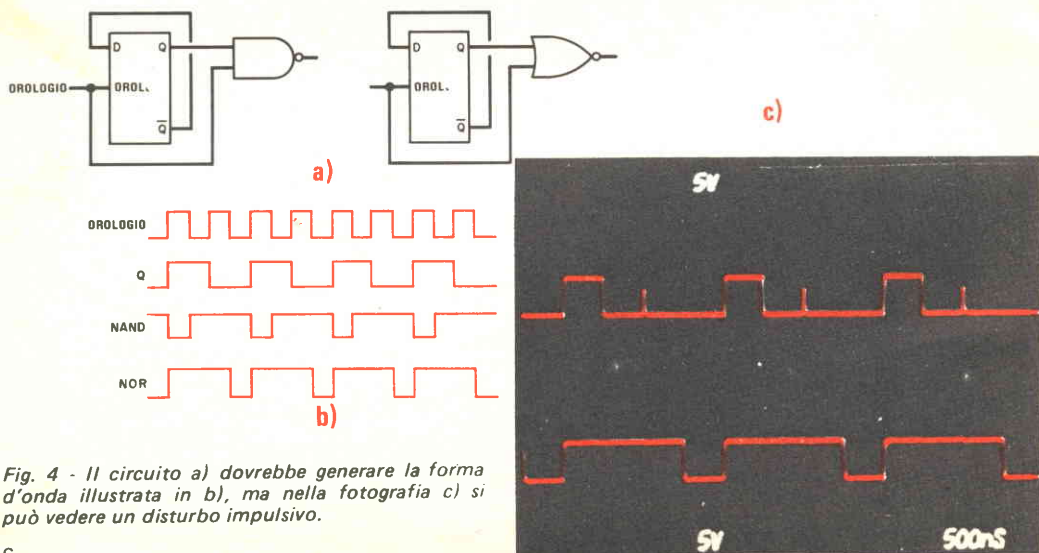
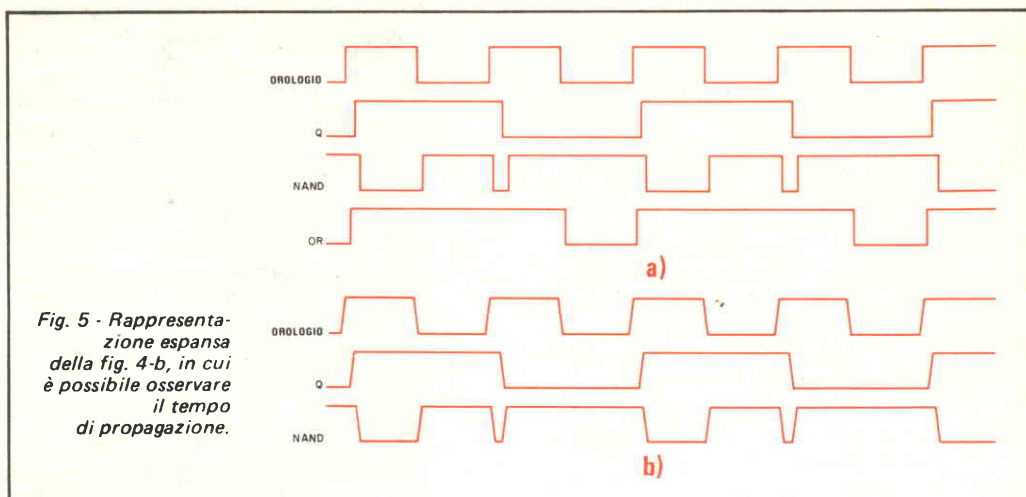
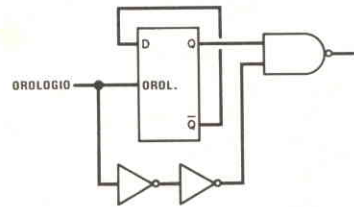

Fig. 4 - Il circuito a) dovrebbe generare la forma d'onda illustrata in b), ma nella fotografia c) si può vedere un disturbo impulsivo.
Fig. 5 - Rappresentazione espansa della fig. 4-b, in cui è possibile osservare il tempo di propagazione.
Fig. 8 - Modifica del circuito della fig. 4.
Come prevedere il tempo di propagazione - Esaminiamo ora un metodo che consente di stabilire se il tempo di propagazione può dar luogo ad un segnale impulsivo indesiderato. Nella fig. 4-a sono disegnati gli schemi elettrici di due circuiti divisori per 2; il circuito illustrato nella parte sinistra della figura è composto da una porta logica NAND azionata mediante un flip-flop; l'altro circuito è composto invece da una porta logica NOR. In linea del tutto teorica i segnali di uscita prodotti dai due circuiti do-
vrebbero risultare identici, e le loro forme d'onda dovrebbero essere simili a quelle illustrate nella fig. 4-b. Invece, nella fig. 4-c si possono osservare le forme d'onda reali ottenute su un oscilloscopio, prodotte da due circuiti simili a quelli riportati nella fig. 4-a, con la differenza che sono state adoperate in realtà, rispettivamente, una porta AND ed una porta OR e che la forma d'onda superiore è stata invertita rispetto a quella contrassegnata con la scritta NAND, illustrata nella fig. 4-b. Qual è, dunque, la provenienza del segnale impulsivo che si può osservare nella fotografia?
Per trovare una risposta a questa domanda, ridisegniamo le forme d'onda illustrate nella fig. 4-b utilizzando una scala orizzontale dei tempi di 50 ns per divisione e tenendo nel debito conto il tempo di propagazione, ottenendo così la fig. 5-a. Si osservi che il segnale impulsivo è causato dalla sovrapposizione fra il segnale generato dall'orologio ed il segnale di uscita nel punto Q provocata dal tempo di propagazione del flip-flop. In questo esempio si è considerato il massimo valore del tempo di propagazione del flip-flop e si è assunto che le porte logiche fossero dispositivi con caratteristiche tipiche, ottenendo in tal modo un segnale impulsivo con durata massima. Le forme d'onda disegnate nella fig. 5-a non rassomigliano esattamente a quelle disegnate nella fig. 4-b, poiché queste ultime sono state tracciate considerando fronti di transizione istantanei, a differenza di ciò che avviene in realtà. Nella fig. 5-b sono illustrati gli effetti dovuti ai tempi di sali-
Fino a questo momento abbiamo considerato solamente circuiti semplici. Chiaramente è possibile evitare di produrre i disturbi impulsivi scegliendo la porta logica OR, come è illustrato nella *fig. 4-a*. Si supponga, a questo punto, che il progetto preveda l'impiego di una sorgente di segnali di temporizzazione realizzata mediante un contatore.
1) - I segnali impulsivi traggono la loro origine dalle differenze che sussistono fra i tempi di propagazione lungo il percorso del segnale. In teoria sarebbe possibile eliminare i segnali impulsivi che compaiono nella *fig. 5* introducendo un ritardo nel circuito secondo quanto è mostrato nella *fig. 8*. Per far ciò sarebbe necessario avere a disposizione sia due invertitori sia un flip-flop caratterizzati da tempi di propagazione con valore "tipico".
2) - In generale la decodifica effettuata mediante porte logiche OR e NOR, come è illustrato nella *fig. 4-a*, consente di eliminare i segnali impulsivi non voluti.